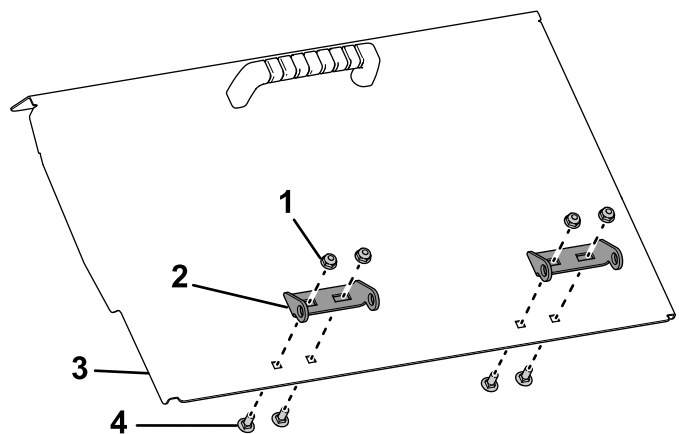

Figura 7
- Instale provisionalmente la bisagra en la puerta de la tolva con los pernos de cuello cuadrado ($\frac{1}{4}'' \times \frac{5}{8}''$) y las contratuercas suministrados (**Figura 7**). Alinee la bisagra en la puerta con la bisagra sobre la máquina y, a continuación, apriete las fijaciones.